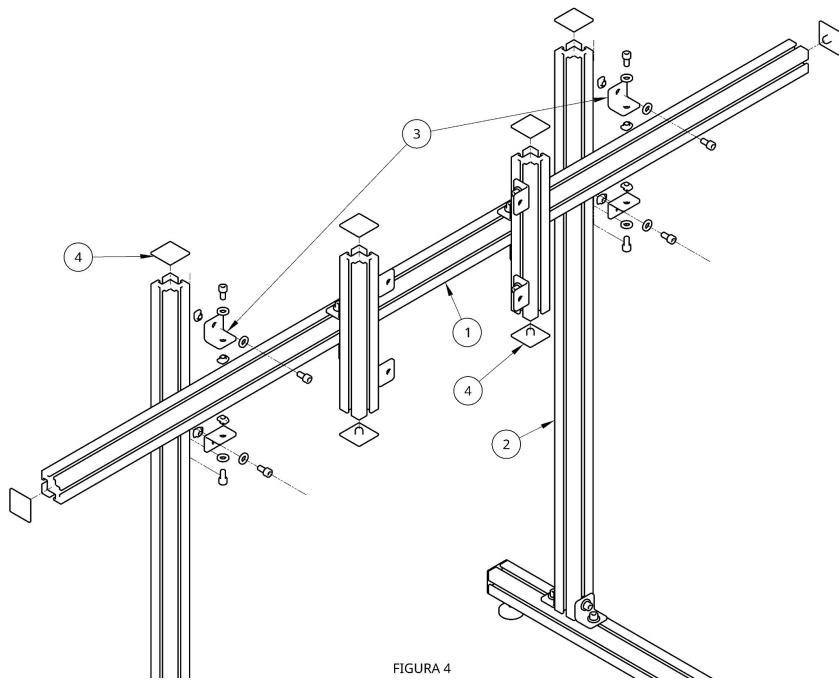

FIGURA 4
Use as cantoneiras restantes (3), para fazer a fixação, conforme mostrado na Figura 4.